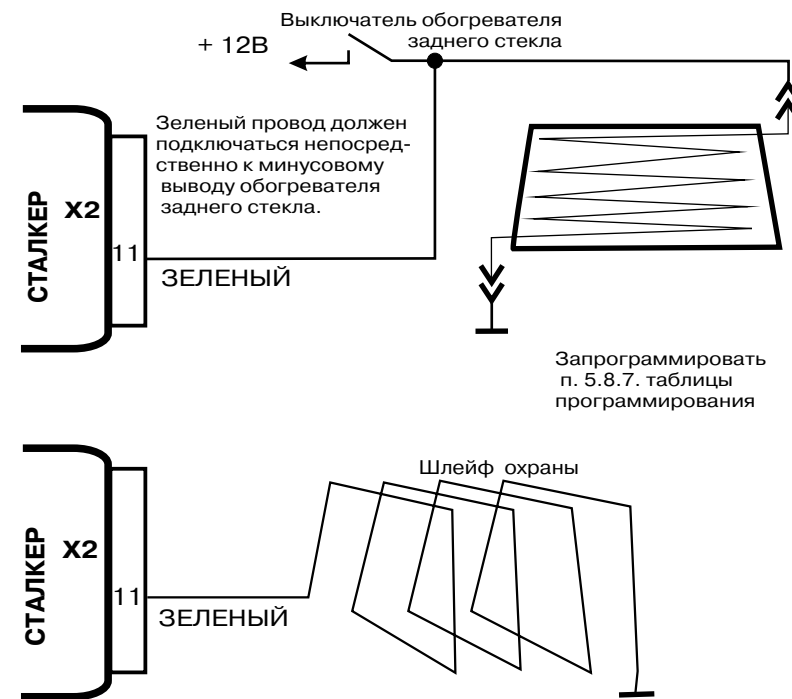

Рис. 2. Варианты подключения зоны охраны аксессуаров
5. В качестве зоны охраны можно также использовать сервисный(-) вход Х2/11 - см.рис.2.
При снятии заднего стекла злоумышленник получает доступ к аксессуарам, находящимся внутри автомобиля. Чтобы отреагировать на покушение, в автомобильном охранном комплексе СТАЛКЕР-600Light3 предусмотрена зона охраны аксессуаров (рис.2). При предварительно запрограммированном п.5.8.7 ее срабатывание происходит в момент разрыва контакта между сервисным входом Х2/11 и -12В.